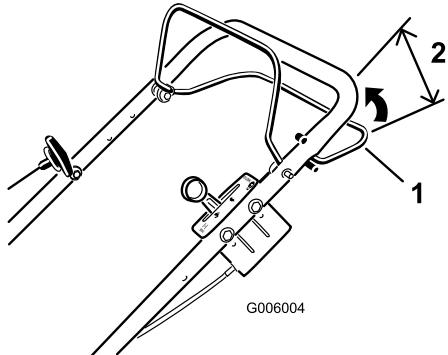
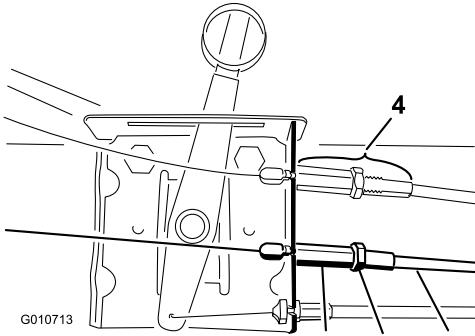

Bild 43
Bild 44
Wenn der Selbstantrieb des Rasenmähers nicht funktioniert oder der Rasenmäher vorwärts kriecht, wenn der Selbstantriebsbügel mehr als 57 mm ist, wenn Sie den Selbstantriebsbügel zum Griff drücken (Bild 43), stellen Sie den Selbstantrieb ein.
1. Lösen Sie die Klemmmutter (Bild 44).
2. Drehen Sie den Kabelmantel in die Kopfschraube, um den Abstand zwischen dem Bügel und dem Griff zu erhöhen (oder drehen Sie den Kabelmantel aus der Kopfschraube, um den Abstand zu verringern) (Bild 44), bis Sie den richtigen Abstand haben (Bild 43).